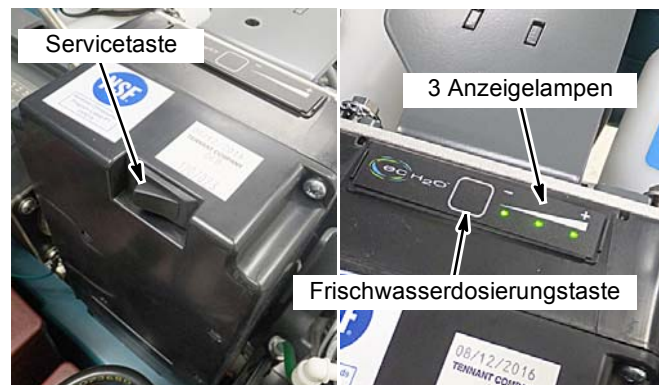

ABB. 93
- Halten Sie den ec-H2O-Modulschalter für 10 Sekunden lang gedrückt. Wenn die Taste gelöst wird, bewegen sich die drei Dosierungsanzeigelampen (abwechselnd) vor und zurück (Abbildung 93).
- Innerhalb von 5 Sekunden nach dem Lösen der Taste und während die drei Dosierungsanzeigelampen sich vor und zurück bewegen, müssen Sie schnell die Taste der Frischwasserdosierung auf dem ec-H2O-Modul drücken und loslassen (Abbildung 93). Die drei Anzeigelampen blinken dann dreimal, um anzuzeigen, dass der Timer zurückgestellt wurde. Wiederholen Sie den Vorgang, wenn die drei Dosierungsanzeigelampen nicht dreimal blinken.